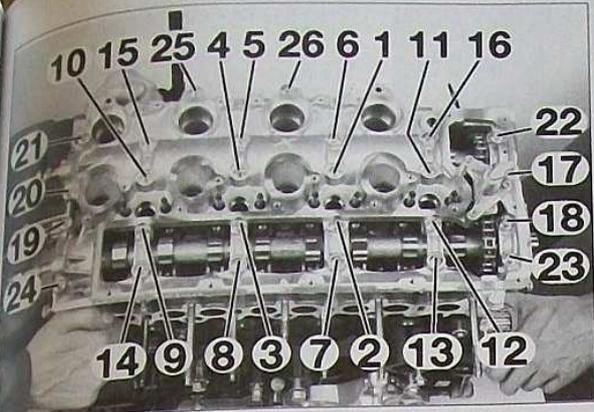

FIG. 45
- Serrer le carter d'arbres à cames dans l'ordre et au couple de serrage prescrits (Fig.45).